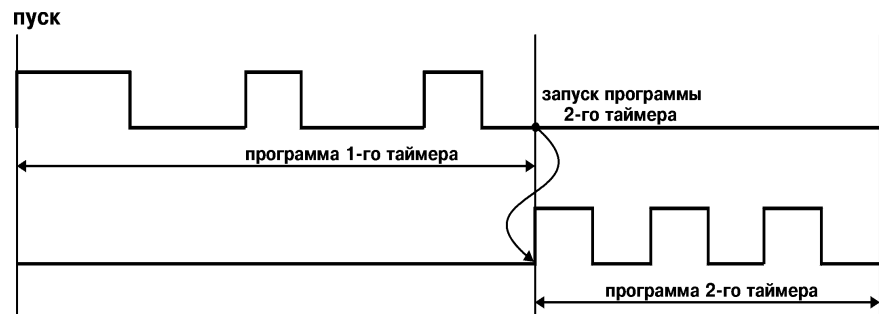

Рис. 18
3.1.7.5. При «rEst»=4 (установка возможна только при значениях «Inp»=1, 2 или 3) запуск или перезапуск таймера 2 происходит после окончания выполнения программы таймера 1 (рис. 18).